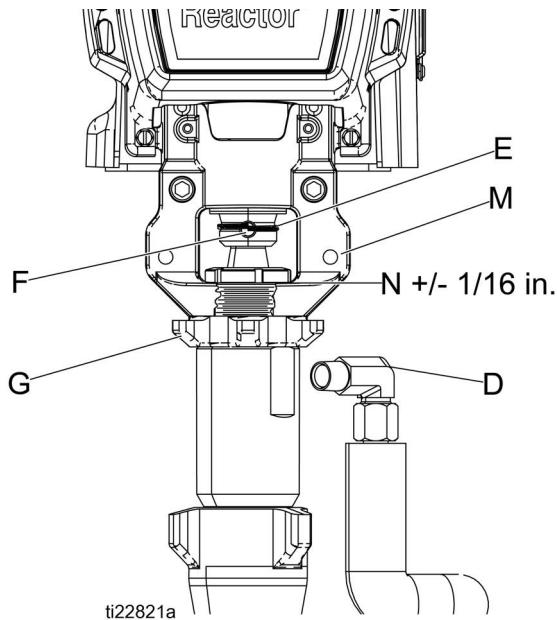

图 3
1. 确保防松螺母 (G) 是以平的一侧朝上拧到泵上。将泵拧入轴承套 (M) ，直到销针孔对齐。将销针 (F) 推入。将固定线夹 (E) 向下拉。请参见图 3，了解视图和装配注释。
2. 继续将泵拧入轴承套，直到流体出口 (D) 与钢管对齐而且顶部螺纹距离轴承面 (N) 上下  $1/16$  英寸 (2 毫米)。
3. 用无火花榔头重重击打防松螺母 (G) ，使其紧固。
4. 重新连接流体入口 (C) 及出口 (D)。